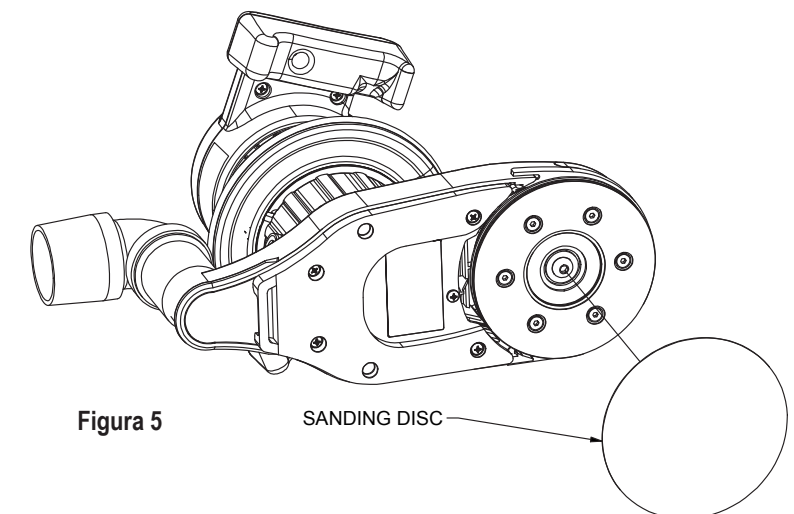

Figura 5
2. La máquina solo acepta discos abrasivos de velcro. Cuando instale un disco abrasivo, tenga cuidado de centrar el disco en el impulsor (Figura 5).